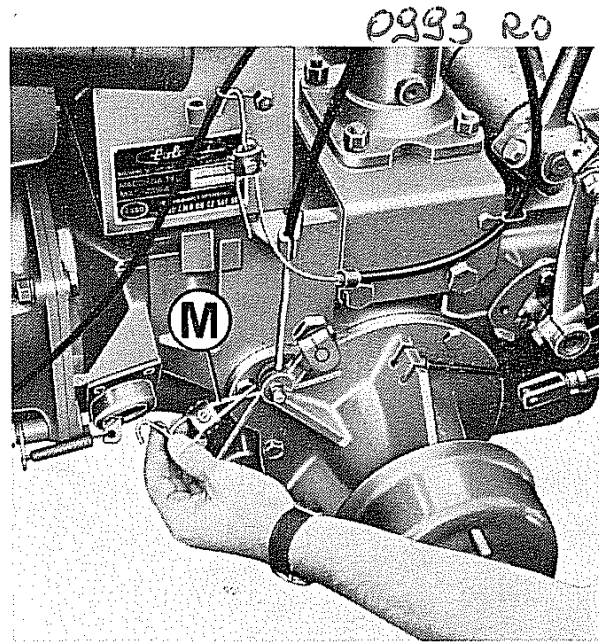

Fig. 52
- Collegare il nuovo cavo frizione **M** (fig. 52) che va al comando a pedale del retrotreno.